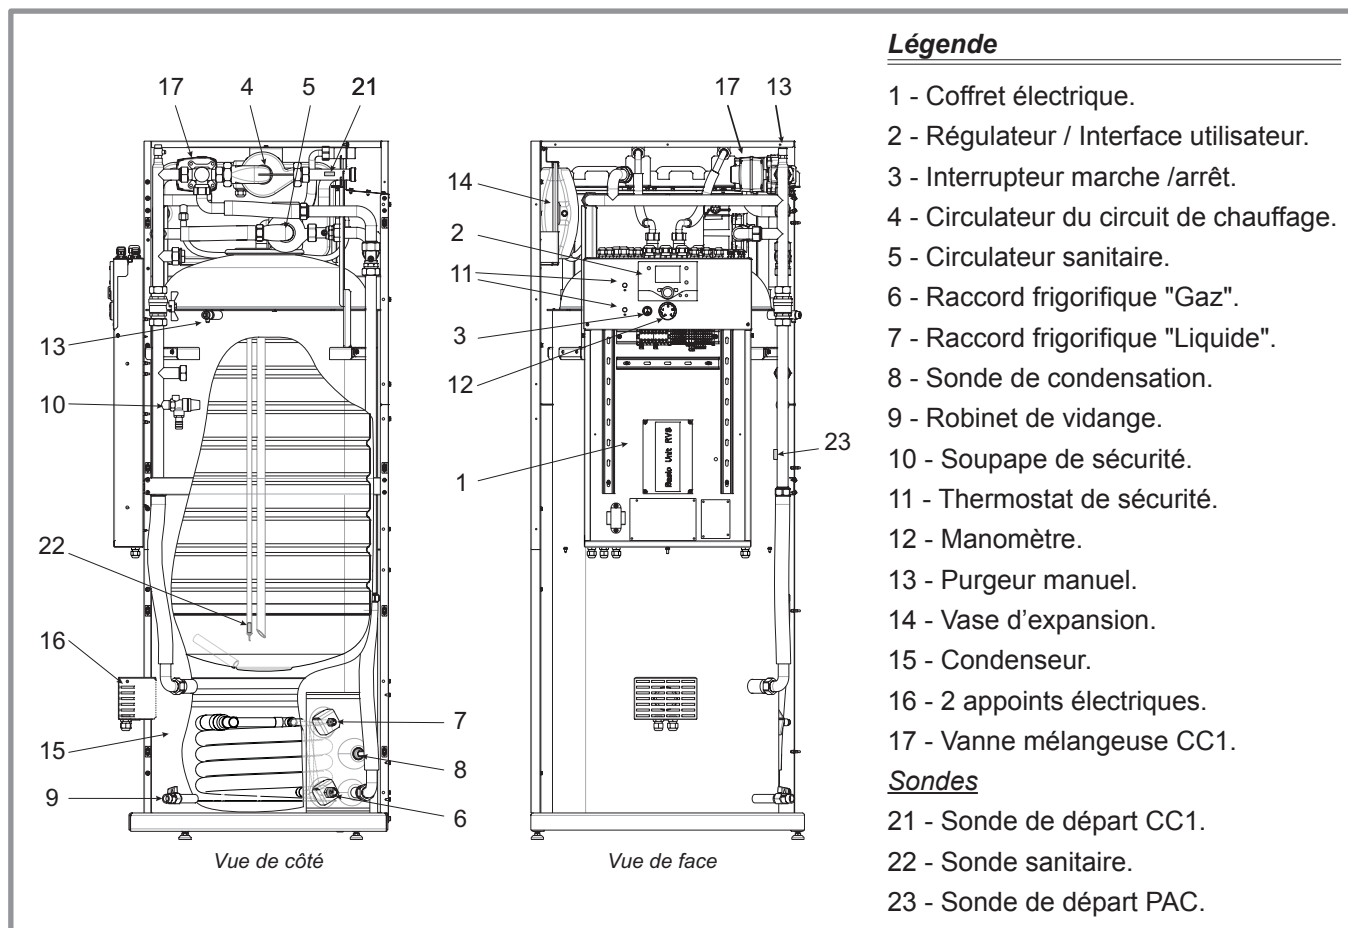

figure 8 - Organes du module hydraulique
- Dans le condenseur (rep. 15, figure 8) : L'énergie du fluide frigorigène est transmise au circuit de chauffage. Le fluide frigorigène reprend son état liquide.